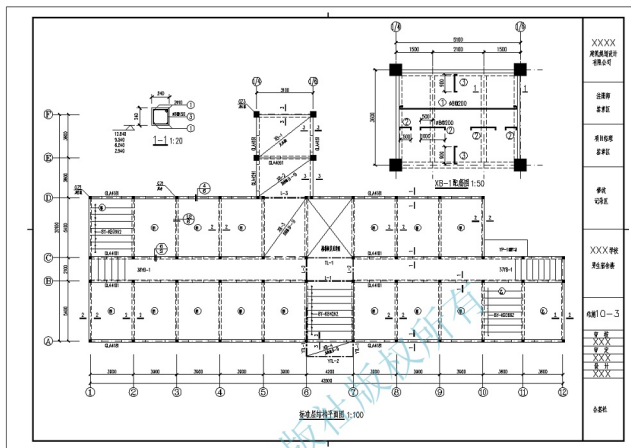

图 5.89 布置图形
- (5) 插入“A2”图框: 由于“A2”图框图块是按 1 : 1 比例制作的, 所以在【插入】对话框中勾选【统一比例】复选框, 将比例值设置为“100”, 结果如图 5.89 所示。